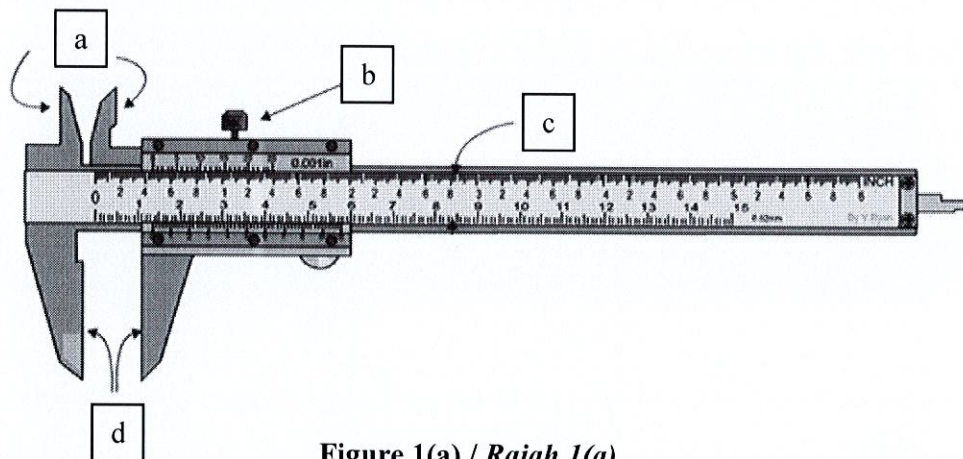

Figure 1(a) / Rajah 1(a)
- (a) Name the **FOUR (4)** parts of the vernier caliper as shown in **Figure 1(a)**.
- i. Write **SIX (6)** processes in **Figure 1(c)** that can be done on drilling machine.
*Tuliskan **ENAM (6)** proses pada **Rajah 1(c)** yang boleh dilakukan pada mesin penggerudian.*